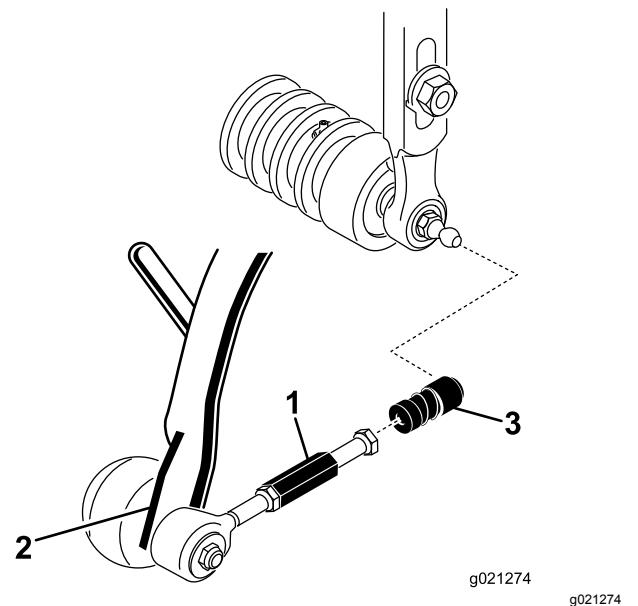

Bild 10
3. Schieben Sie die Hülse an jeder Kugellageraufnahme zurück und haken Sie die Aufnahme in den Kugelbolzen der Schneideeinheit ein (Bild 10).